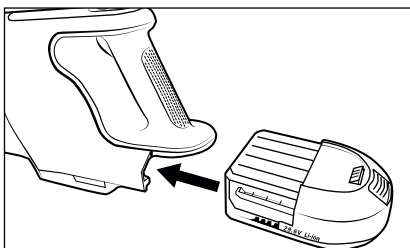

Fig. 3
- 3) Sæt batteriet **2** ind i produktet, indtil det klikker hørbart på plads (se fig. 3).